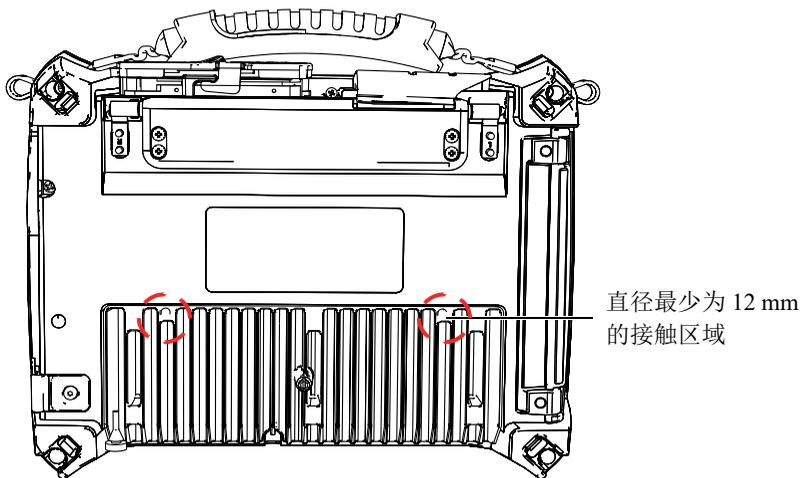

图 2-9 接触区域的要求
- 确保 OmniScan SX 和支撑表面的接触区域的直径至少有 12 mm（参见第 35 页的图 2-9）。